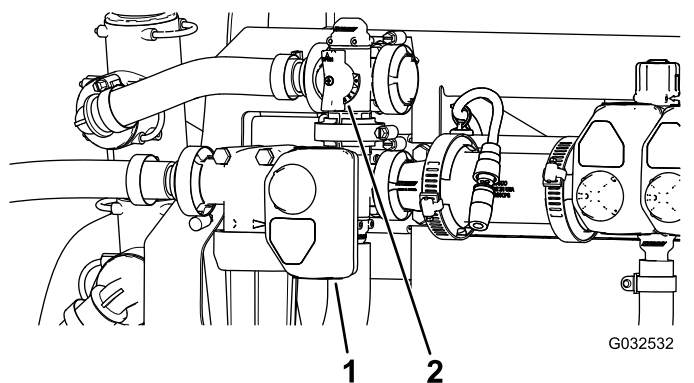

Figura 49
10. Ajuste a válvula de distribuição de agitação (Figura 49) na parte posterior da válvula de agitação até que a pressão do sistema de pulverização indicada no medidor seja 6,89 bar.